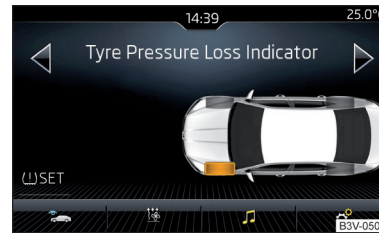

Abb. 312
- ▶ Die Funktionsfläche  SET antippen » Abb. 312.
Bei aufleuchtender Kontrollleuchte  im Kombi-Instrument kann im Infotainment der betroffene Reifen angezeigt werden » Abb. 312.